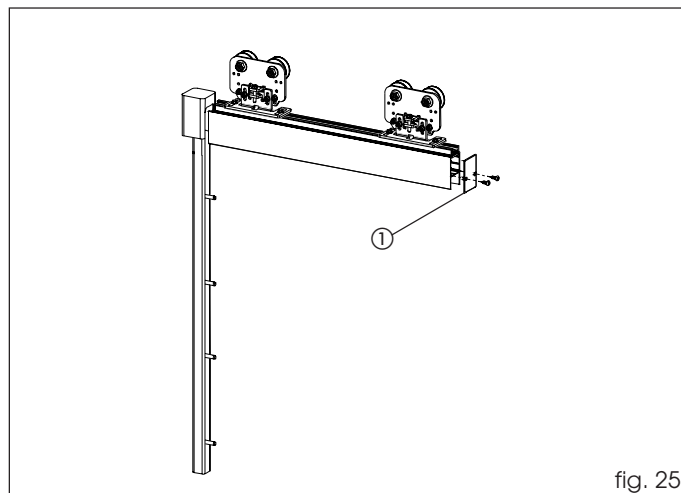

fig. 25
Monteer het afsluitdeksel met de meegeleverde schroeven (fig. 25, ref. ①).